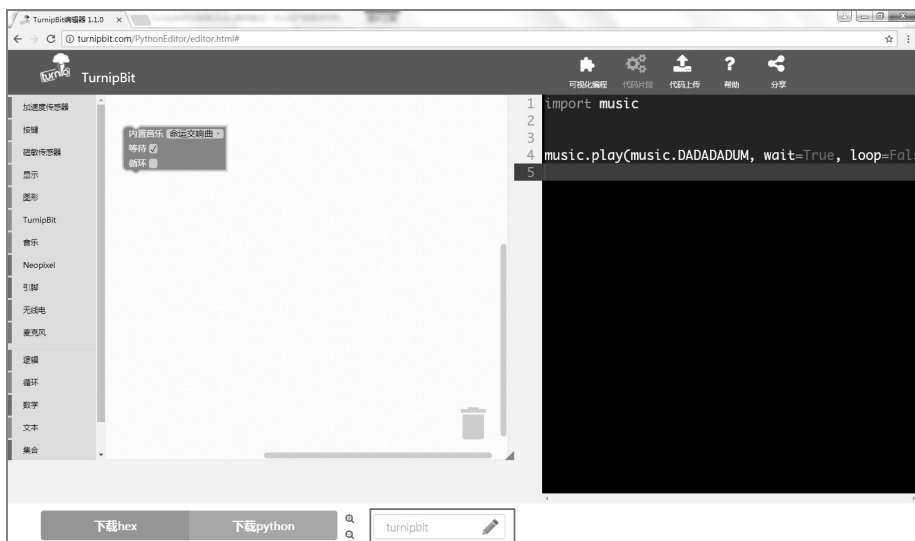

图 9-1 “音乐”块
① 打开 TurnipBit 编辑器（网址是：<http://turnipbit.com/PythonEditor/editor.html>），点击“可视化编程”。
② 在左侧的块选择区中找到“音乐”块，用鼠标选中 ，拖曳至模块编辑区，如图 9-1 所示。